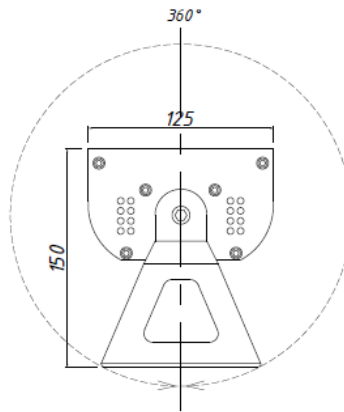

Рис. 2
6.6.3 Отвернуть поворотную скобу в сторону поверхности установки до нужного положения (Рис. 2). Максимальный угол поворота скобы на светильнике 360°.